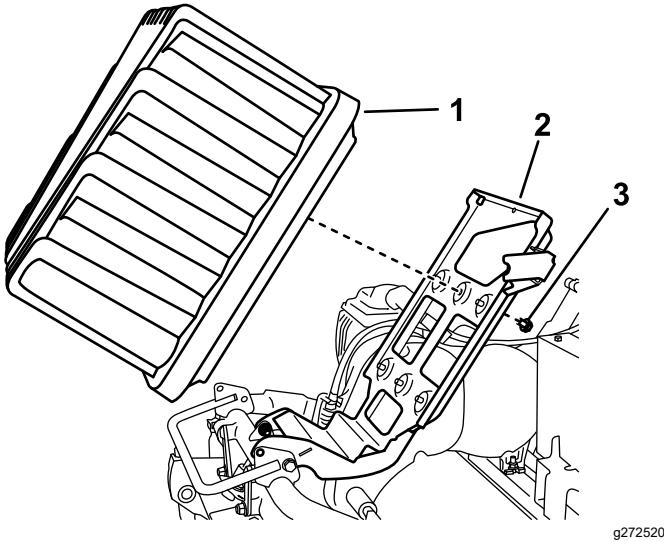

Bild 6
6. Nehmen Sie den Akku und die Akkuplattform aus der Maschine (Bild 6).
7. Entfernen Sie die Schrauben und Unterlegscheiben, mit welchen die Batterie an der Plattform befestigt ist; entsorgen Sie die Batterie entsprechend örtlicher Vorschriften oder verwenden Sie diese wieder (Bild 6).